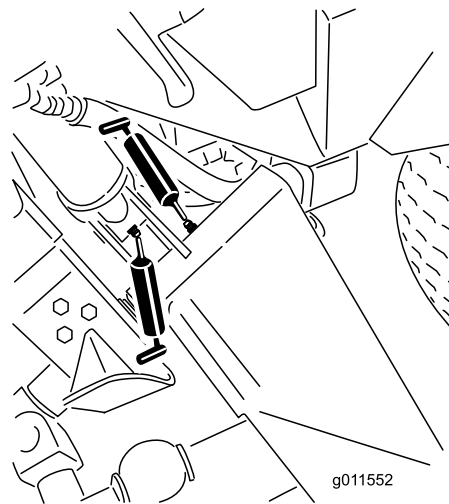
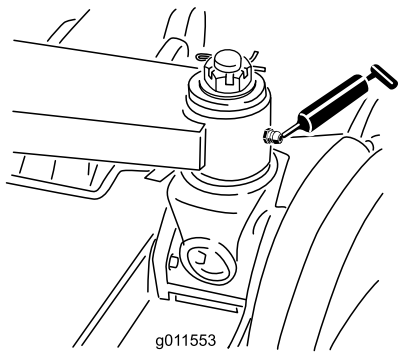

Figure 50
Figure 51
- 6 bagues de bras de levage principal (Figure 50 et Figure 51)